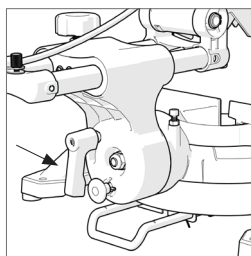

Fig. 33
- Desserrer l'élément de fixation pour l'angle d'inclinaison. (**Fig. 33**)